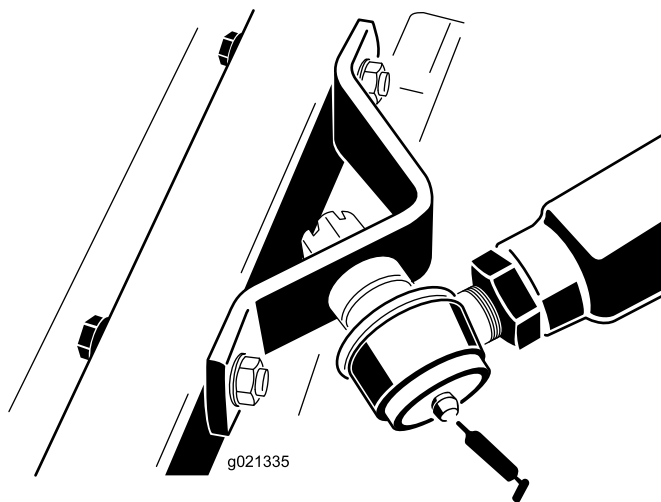

Figure 19
- Rotules de bras de poussée droit et gauche – 1 sur chaque (Figure 19)